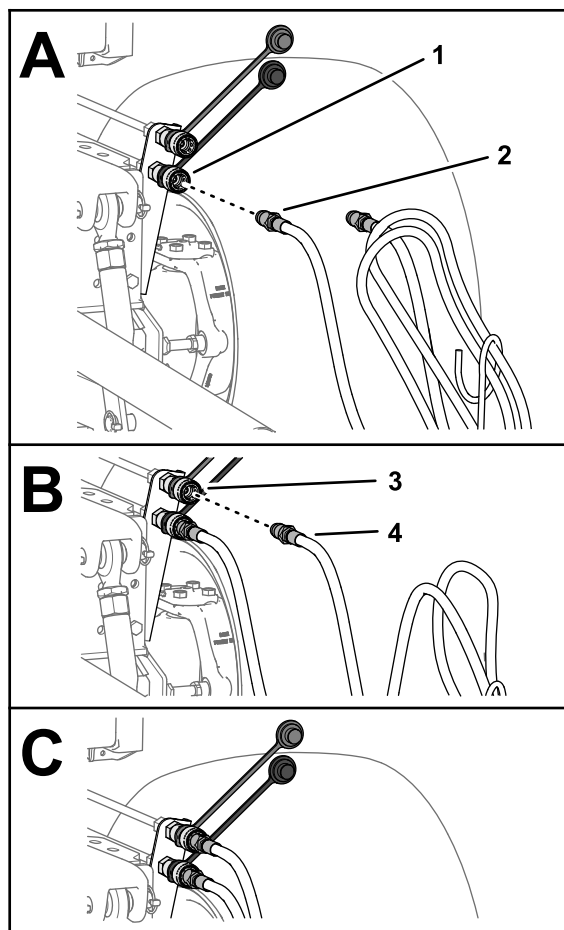

Рисунок 31
7. Подсоедините быстроразъемный штуцер шланга контура выдвижения навесного оборудования к быстроразъемному штуцеру контура выдвижения (Рисунок 31).
8. Подсоедините быстроразъемный штуцер шланга контура втягивания навесного оборудования к быстроразъемному штуцеру контура втягивания (Рисунок 31).